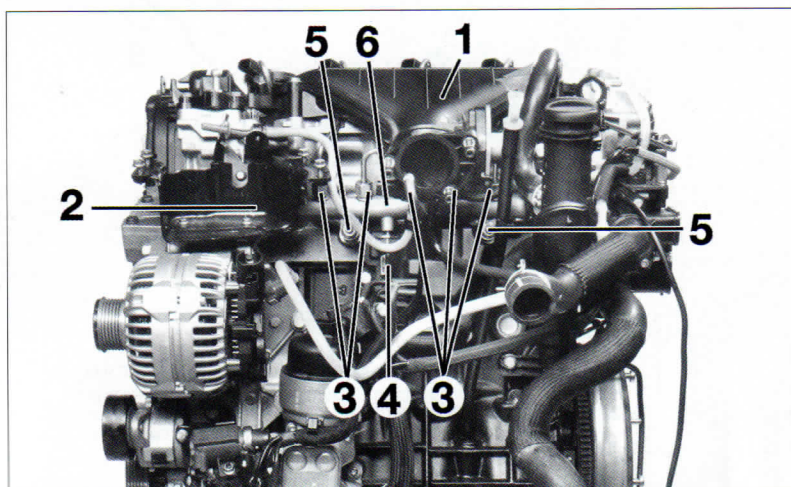

FIG.29
- el colector de admisión (1) y sus juntas (fig. 29).
- el soporte de filtro de combustible (2).
- las tuberías de alta presión (3) hacia los inyectores y la bomba y taponarlas.
- el captador de alta presión (4).